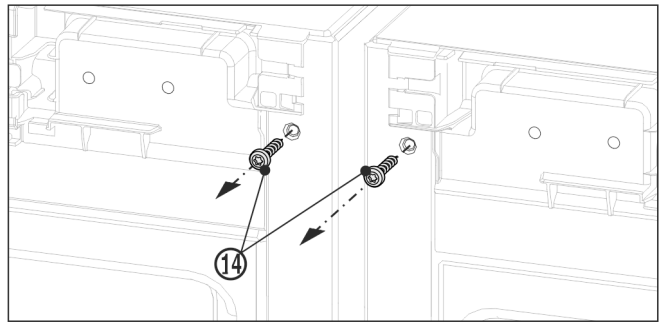

Fig. 12
- ▶ Vor der Montage des oberen Winkels beide Erdungsschrauben Fig. 12 (14) herausdrehen.